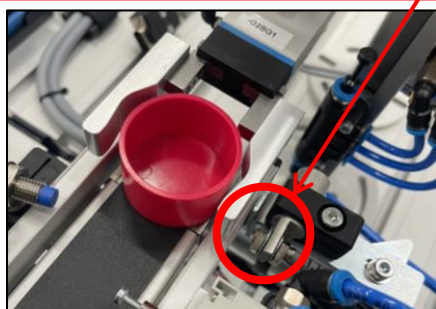

図 13 ベルト上ワーク検出位置
- (7) メジャリングsta.からコンベア上にワークを搬送中、グリッパとセンサ(DI0)が干渉しないことを確認する。(図13 参照)